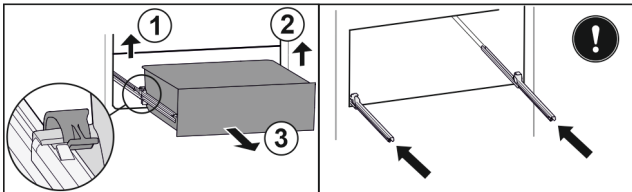

Fig. 90
- ▶ Linker klem optillen en gelijktijdig lade links naar voren trekken. Fig. 90 (1)
- ▶ Rechter klem optillen en gelijktijdig lade rechts naar voren trekken. Fig. 90 (2)
- ▶ Lade naar voren toe verwijderen. Fig. 90 (3)